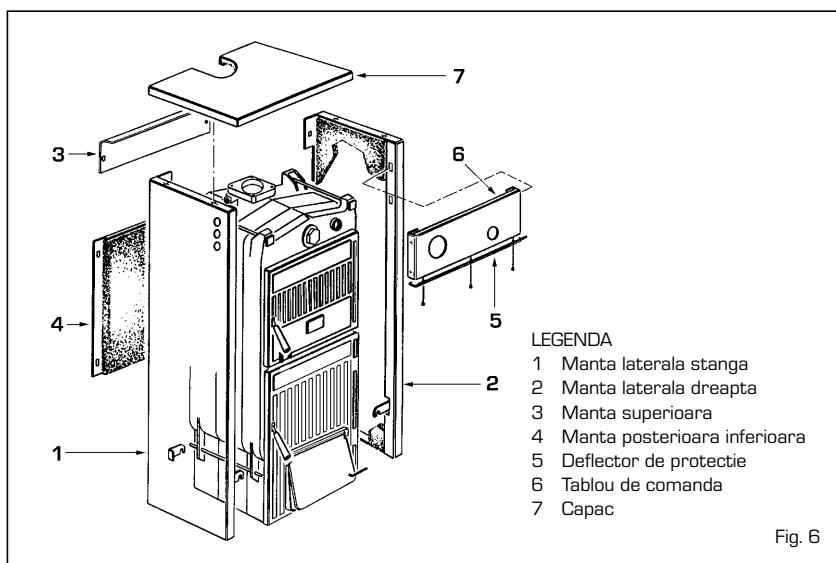

Fig. 6
Pe tirantii inferioiri atat in parte anteroara cat si in partea posterioara a cazanului, sunt insurubate cate doua piulite, dintre care una pentru a bloca bridlele de fixare laterale. Montarea componentelor mantalei se va executa dupa cum urmeaza (fig. 6):
**scoateti deflectorul din aluminiu montat pe tabloul de comanda slabind cele trei suruburi care il fixeaza (fig. 6). Dupa ce s-a executat montajul si reglajul aferent, reintroduceti deflectorul de protectie.**